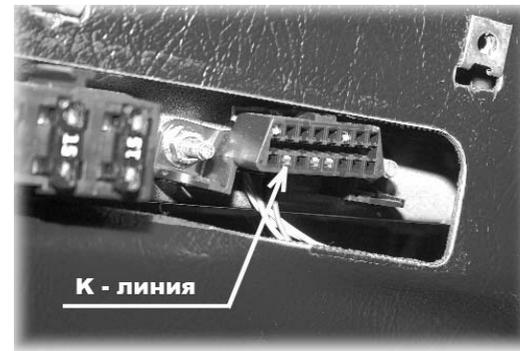

Рис. 4. Подключение к К-линии в колодке диагностики.
- снять накладку на левой облицовке и подключить провод К-линии к гнезду диагностической колодки согласно рис. 4;